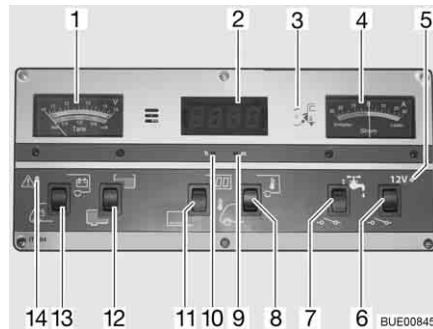

Fig. 121 Panneau de contrôle (IT 994)
Observer sur l'indicateur de charge/de niveau de réservoir (Fig. 121,1), la graduation supérieure. L'indicateur s'éclaire automatiquement dès qu'un commutateur est actionné.
- Commutateur à bascule (Fig. 121,13) vers le bas : La tension de la batterie de démarrage est affichée.
- Commutateur à bascule (Fig. 121,13) vers le haut : La tension de la batterie de cellule est affichée.
Observer sur l'indicateur de charge/de niveau de réservoir (Fig. 121,1) la graduation inférieure. L'indicateur s'éclaire automatiquement dès qu'un commutateur est actionné.
- Commutateur à bascule (Fig. 121,12) vers le haut : Le niveau du réservoir d'eau est affiché.
- Commutateur à bascule (Fig. 121,12) vers le bas : Le niveau du réservoir d'eaux usées est affiché.
Le voyant d'alerte rouge ALARME (Fig. 121,14) clignote dès que la charge de la batterie de cellule descend en dessous de 11 V (mesurée en marche) et qu'il y a risque de décharge profonde des batteries.
- Commutateur à bascule (Fig. 121,11) vers le haut : L'affichage de l'horloge numérique est activé. L'affichage de température est en ordre de marche.
- Commutateur à bascule (Fig. 121,11) vers le bas : L'affichage de l'horloge numérique et l'affichage de température sont désactivés.
- Appuyer avec un objet fin, p. ex. l'extrémité d'un stylo à bille, sur l'orifice pour l'affichage des heures (Fig. 121,10) jusqu'à ce que l'indication des heures souhaitée s'affiche.
- Appuyer avec un objet fin, p. ex. l'extrémité d'un stylo à bille, sur l'orifice pour l'affichage des minutes (Fig. 121,9) jusqu'à ce que l'indication des minutes souhaitée s'affiche.
- Commutateur à bascule (Fig. 121,8) vers le haut : La température intérieure s'affiche.
- Commutateur à bascule (Fig. 121,8) vers le bas : La température extérieure s'affiche.
Cet indicateur (Fig. 121,4) permet de visualiser en permanence le flux de courant actuel de la batterie. L'indicateur s'éclaire automatiquement dès qu'un commutateur est actionné.
L'interrupteur principal 12 V (Fig. 121,6) établit ou coupe le panneau de contrôle et l'alimentation 12 V de la cellule.
- Commutateur à bascule (Fig. 121,6) vers le haut : L'alimentation 12 V de la cellule est assurée. Le voyant de contrôle (Fig. 121,5) s'allume en vert.
- Commutateur à bascule (Fig. 121,6) vers le bas : L'alimentation 12 V de la cellule est coupée. Le voyant de contrôle (Fig. 121,5) s'éteint.
Le voyant de contrôle 12 V (Fig. 121,5) s'allume dès que l'interrupteur principal 12 V (Fig. 121,6) est enclenché.
Le voyant de contrôle jaune 230 V (Fig. 121,3) s'allume si l'arrivée du bloc électrique est sous tension de réseau.
- Commutateur à bascule (Fig. 121,7) vers le haut : L'alimentation en eau est activée.
- Commutateur à bascule (Fig. 121,7) vers le bas : L'alimentation en eau est désactivée.